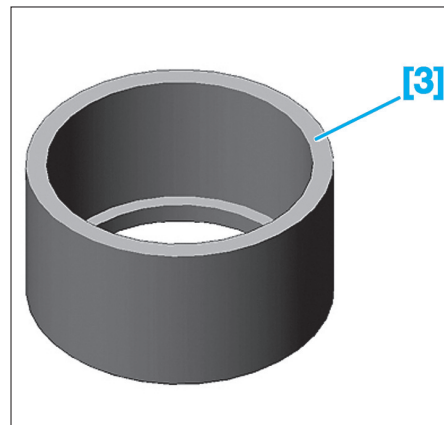

Fig. 22
- [3]. Cloche d'appui (Ref. 0621-N) (Fig.22).